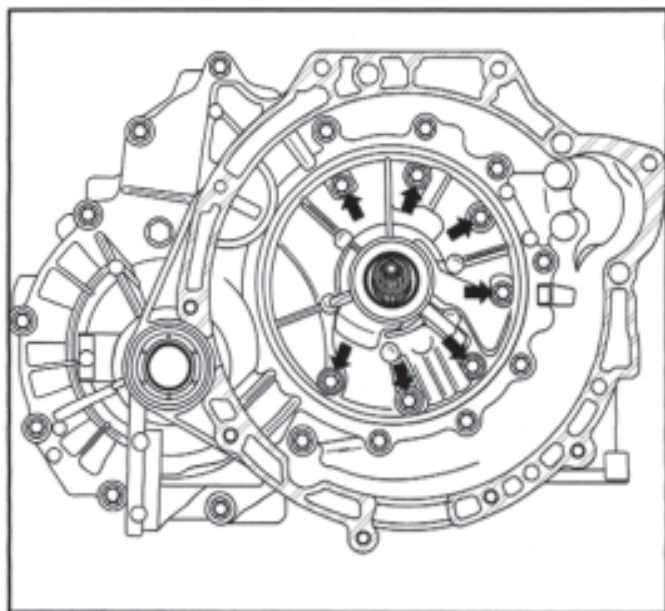

Figura 186
69. Instale os 7 parafusos da bomba de óleo/carcaça conforme ilustrado na Figura 186.